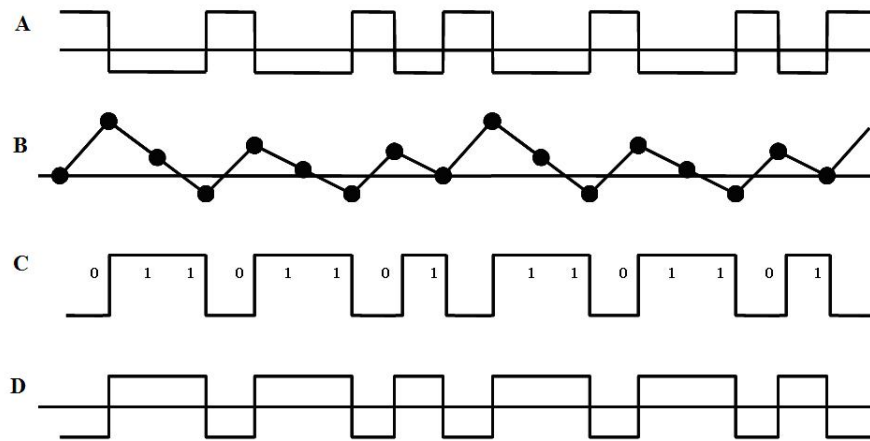

图3 1阶 $\Sigma$ - $\Delta$ 调制器中各点信号的波形示意
(1) 要求(1)中，要求减法器、积分电路、比较器和1位DAC分别用独立电路实现，并在A、B、C、D信号处应留有测试口，以便对信号波形进行观察。图3给出了各点的信号参考波形示意。